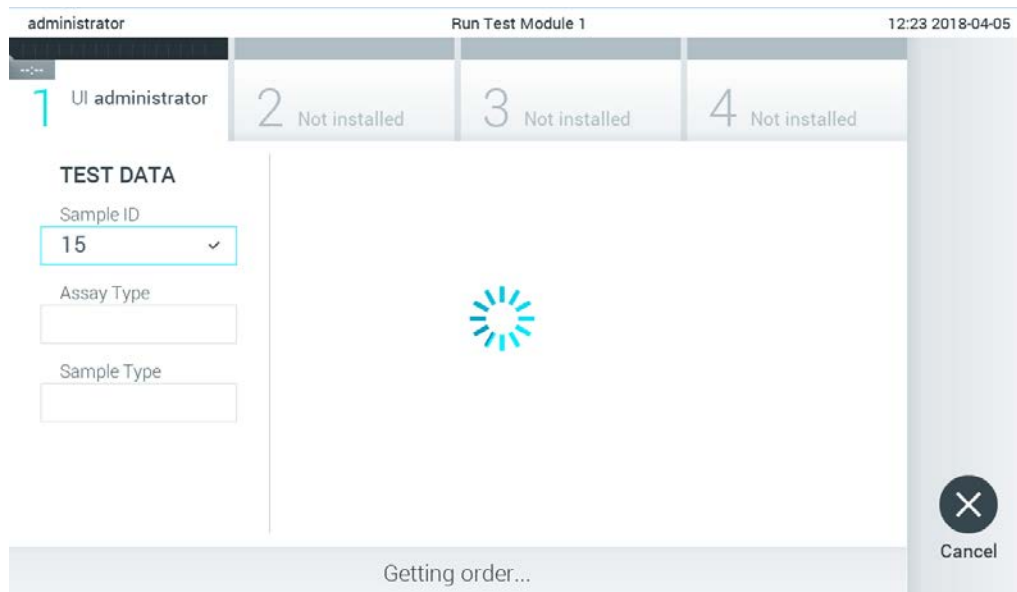

Abbildung 76: Anzeige beim Abrufen der Testanforderung
- Die Proben-ID wird an den Host gesendet und der QIAstat-Dx Analyzer 1.0 wartet auf eine Testanforderung. Die Meldung „Getting order...“ (Anforderung abrufen ...) wird angezeigt (Abbildung 76).